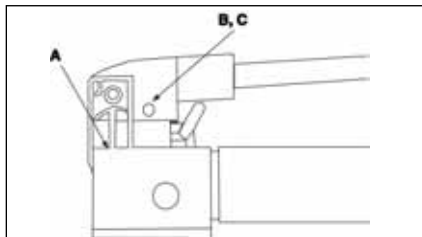

Figura 10
Per prolungare la durata della pompa e migliorarne le prestazioni, lubrificare regolarmente il perno (A), lo spinotto (B) e la testa del pistone (C), utilizzando grasso per cuscinetti a rulli. Vedere la figura 10.